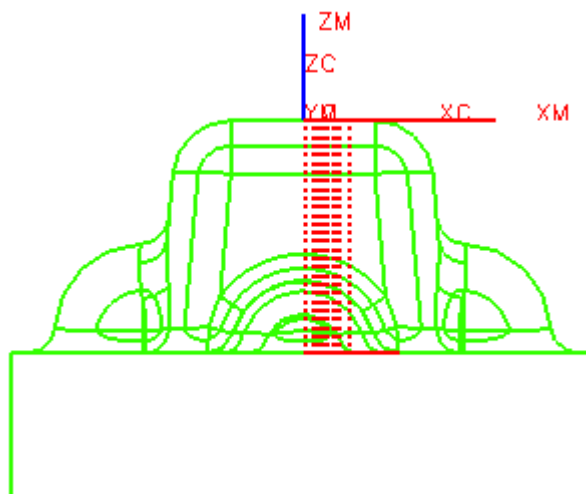

图 5-50
- 单击  生成刀轨，如图 5-50 所示。注意观察刀轨，抬刀太多。